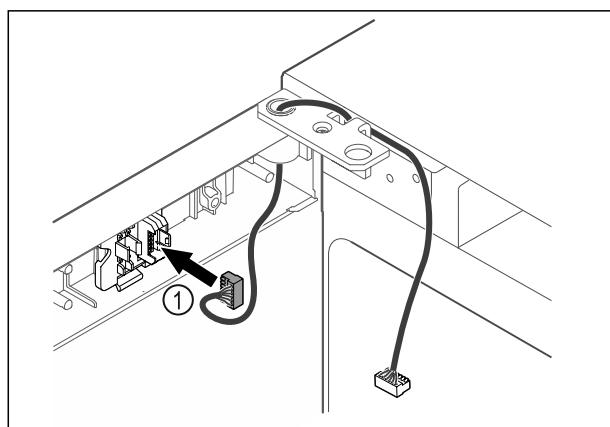

Fig. 44
- Τοποθετήστε το φίς Fig. 44 (1) στο στήριγμα του φίς.